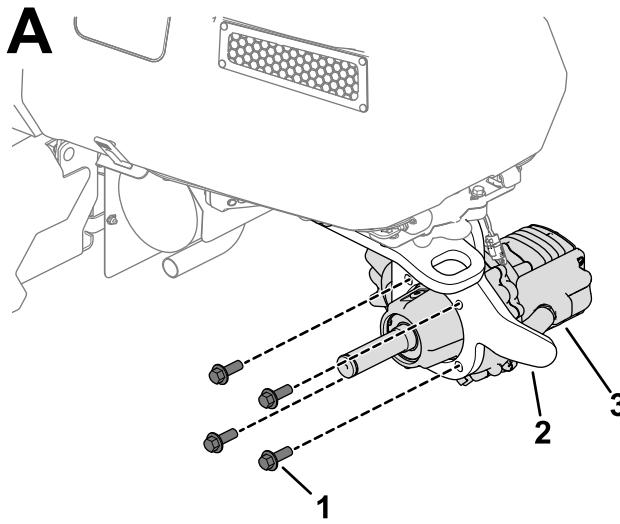

図 3
1. スナップリング図3をアクスルから外す。
- ギアボックスからハブアセンブリ図3を外す。
注 ギアボックスは図3のように取り付けるのが正しい取り付けです。アクスルシャフトが車体の左側に突き出すのが正しい向きです。
- ボルト(M12)4本を使って、ギアボックスをキャスタフォーク(図3図のA)に固定する。
- ハブアッサー、スナップリング、Oリング付きダストキャップをアクスルシャフト図3図のBに取り付ける。
注 ハブアセンブリからスラストワッシャーとベアリングを取り外されている場合は、図3図のように組み付ける。